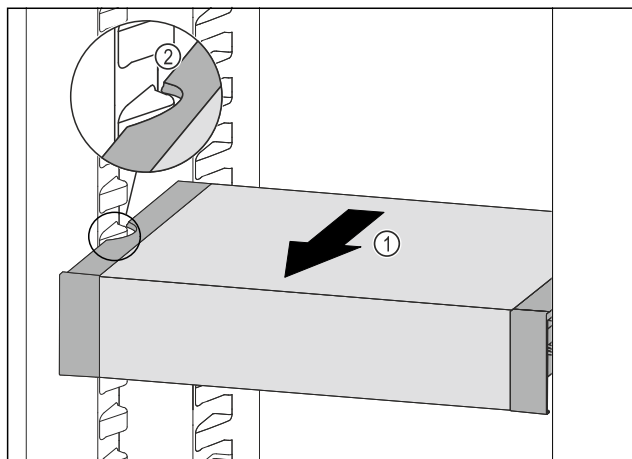

Fig. 78
- Tirare VarioSafe in avanti Fig. 78 (1) fino a quando le cavità laterali di VarioSafe non si trovano al livello della nervatura del contenitore nel vano frigorifero. Fig. 78 (2)